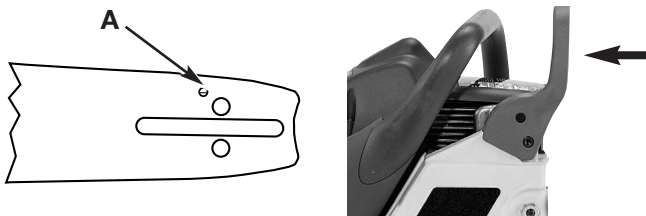

Fig. 17
PRECAUCION: Para asegurar que la cadena y la barra reciben aceite, **USE UNICAMENTE EL ESTILO ORIGINAL DE BARRA** con el hoyo de paso del aceite (A) como se ilustra arriba (Fig. 17).
1. Asegúrese que la manija del Chain Brake® sea jalada hacia atrás a la posición de DESENGANCHE (Fig. 17).